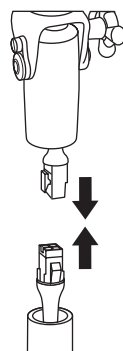

FIGURA 4
13. Conecte los enchufes que salen de la parte inferior del soporte del motor y de la parte superior del tubo telescópico. Vea la Figura 4.